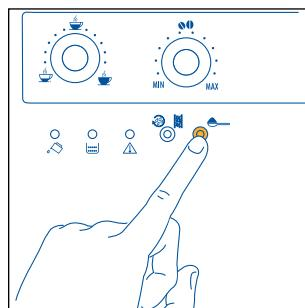

Рис. 18
- Нажмите кнопку для использования молотого кофе  , рис. 18. Индикатор в кнопке загорится, указывая, что функция задана, а кофемолка отключена.